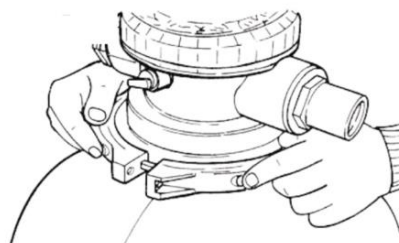

Рис. 5
5. Теперь поместите верхнюю часть фильтра или вентиля с соединением на верхний край фильтра. Соединение между верхней частью фильтра или вентиля осуществляется с помощью хомута. Хомут фиксируется винтом и гайкой (Рис. 5 и 6). Подсоедините фильтр к вентилю. Герметизировать стыки изолентой.